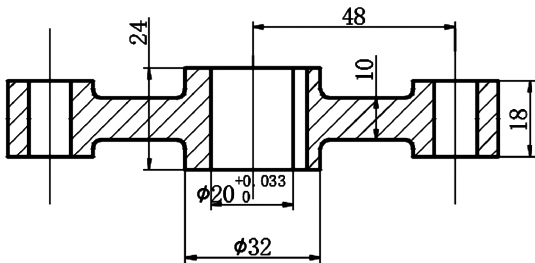

图 9-90 编辑俯视图中的线性尺寸
(5) 单击“注释”选项卡“标注”面板中的“标注更新”按钮,选取俯视图中的线性尺寸“ $\phi 20$ ”,更新该尺寸样式。
(6) 单击“标注”工具栏中的“编辑标注文字”按钮,选取更新的线性尺寸,将其文字拖动到适当位置,结果如图 9-90 所示。